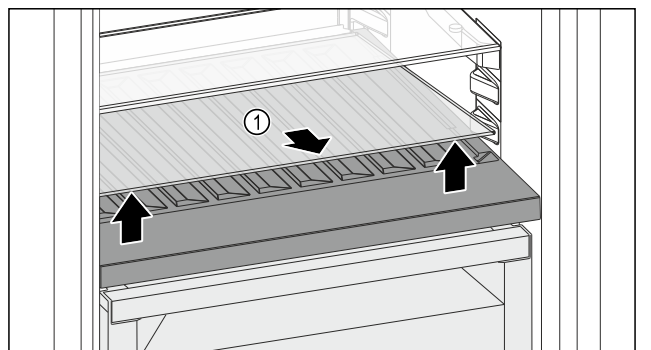

Fig. 205
- ▶ 抬起前部槽上的玻璃隔板 Fig. 205 (1) 并取出。
- ▶ 将玻璃隔板 Fig. 205 (1) 稳妥地放在冰箱外。
- ▶ 将玻璃隔板 (2) 放入可调瓶架下方。